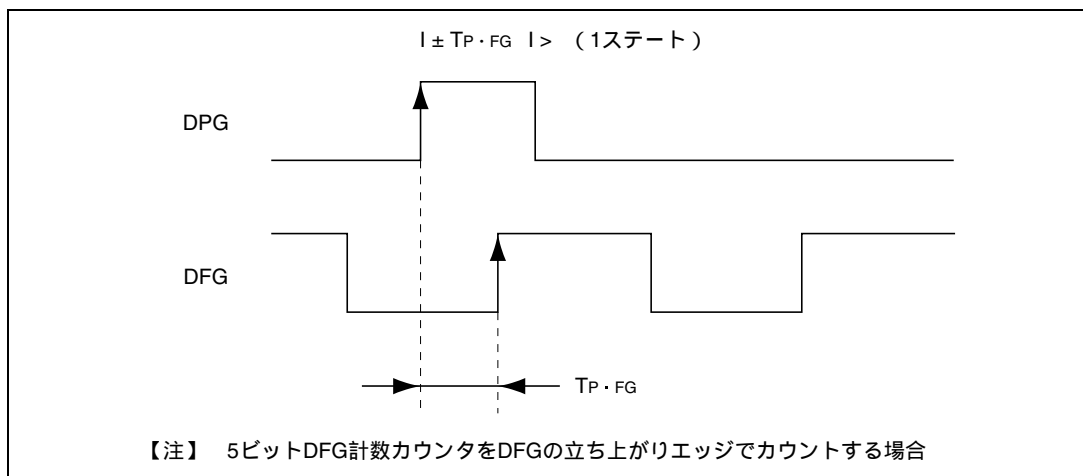

図 28.25 DPG と DFG の入力タイミング
- (1) 5ビットDFG計数カウンタと16ビットタイマカウンタにより動作しているときにDPG、DFG信号が入力されなくなった場合、16ビットタイマカウンタはクリアされません。そのため、16ビットタイマカウンタがフリーランニング状態になり、16ビットタイマカウンタによる周期的な一致検出が行われます。この状態では、HSWタイミング生成回路による信号の出力の周期は、DPGまたはDFGとは無関係の周期となります。
- (2) HSWモードレジスタ2 (HSM2) のモード指定ビット (LOP) はFIFOデータをライトする直前に指定してください。
- (3) DPGの立ち上がりエッジとDFG計数エッジは、同タイミングとならないように入力してください。同タイミングで入力された場合、DFGの計数カウントアップと5ビットDFG計数カウンタのクリアが同時に発生しカウンタのクリアが優先されます。これにより、5ビットDFG計数カウンタの値が1カウントずれることとなります。DPGとDFGの入力タイミングを図28.25に示します。
- (4) FIFO出力を2段出力モードで使用し、ドラム系を停止させた場合は、HSM2レジスタのSOFGビットをソフトウェアで0 1 0と書き換え、FIFO出力段を必ずFIFO1側に初期化してください。また、FIFO1、FIFO2のデータをクリアし、全て書き直してください。